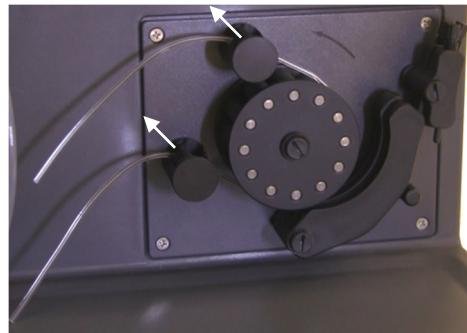

Abb. 11. Peristaltikpumpe mit weggeklappten Einstellschrauben und Andruckbügeln. Schläuche lassen sich aus den Haltenuten nehmen.
- a Drücken Sie die Einstellschrauben für die Andruckbügel nach oben. So werden die Andruckbügel gelöst (siehe Abb. 11).